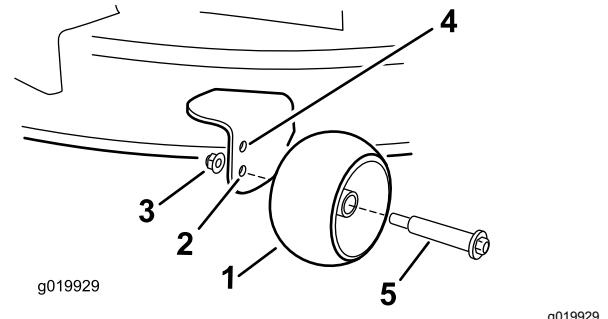

Figura 28
- Foro superiore – Utilizzare questa posizione con il piatto di taglio a un'altezza di taglio di 63 mm e inferiore (Figura 28).
- Foro inferiore – Utilizzare questa posizione con il piatto di taglio a un'altezza di taglio di 76 mm e superiore (Figura 28).